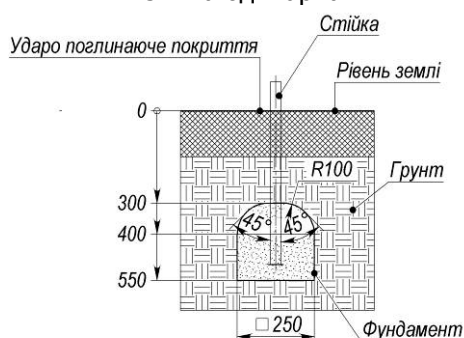

Рисунок 1 – Схема бетонування
- 2) Викопати приямки для бетонування відповідно до додатка, рисунок 1.